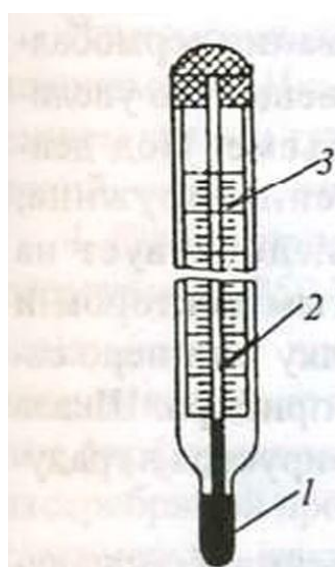

Рис. 7. Термометр ртутный технический типа ТТ:
- 1. *Жидкостные стеклянные термометры* (рис. 7, 8 и 9) состоят из стеклянной капиллярной трубки, закрепленной на шкале, градуированной в градусах Цельсия. Трубка соединяется с резервуарчиком, заполненным рабочей жидкостью - ртутью или спиртом, подкрашенным в темнокрасный или фиолетовый цвет.